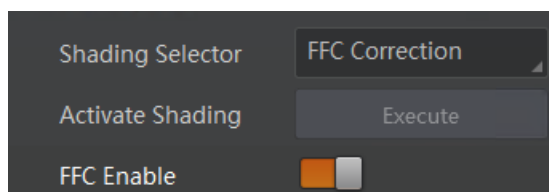

图12-12 FFC 矫正
3. 开启 *FFC Enable* 参数，使能矫正功能，如图 12-12 所示。